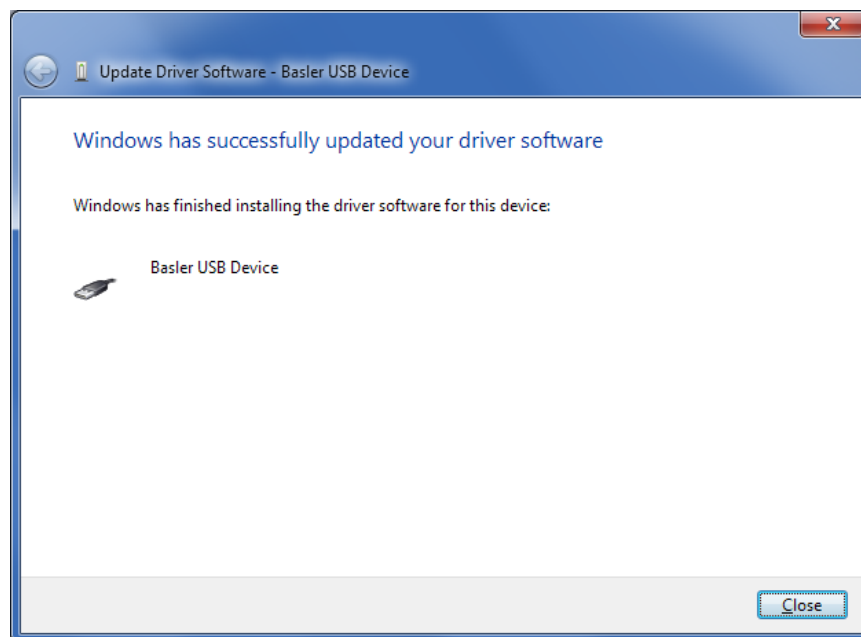

Abbildung 8-7. Aktualisierung der Treibersoftware erfolgreich
Schritt 7. Wenn die Treiberinstallation erfolgreich war, wird das Fenster in Abbildung 8-7 angezeigt.